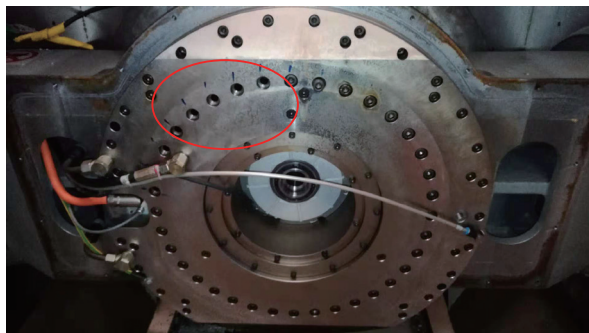

图2 拆卸外壳后断裂螺栓位置
2) 拆卸外壳后，可以看到C轴制动器以及C轴光栅尺的部分固定螺栓完全断裂，其他螺栓也存在不同程度的损伤（见图2中红圈部分）。